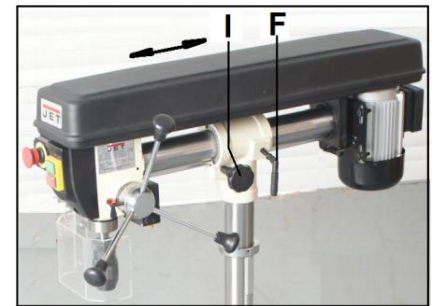

Fig 6
Lösen Sie den Klemmhebel (F, Fig 6). Mit Drehknopf (I) kann gewünschte Einstellung erreicht werden.